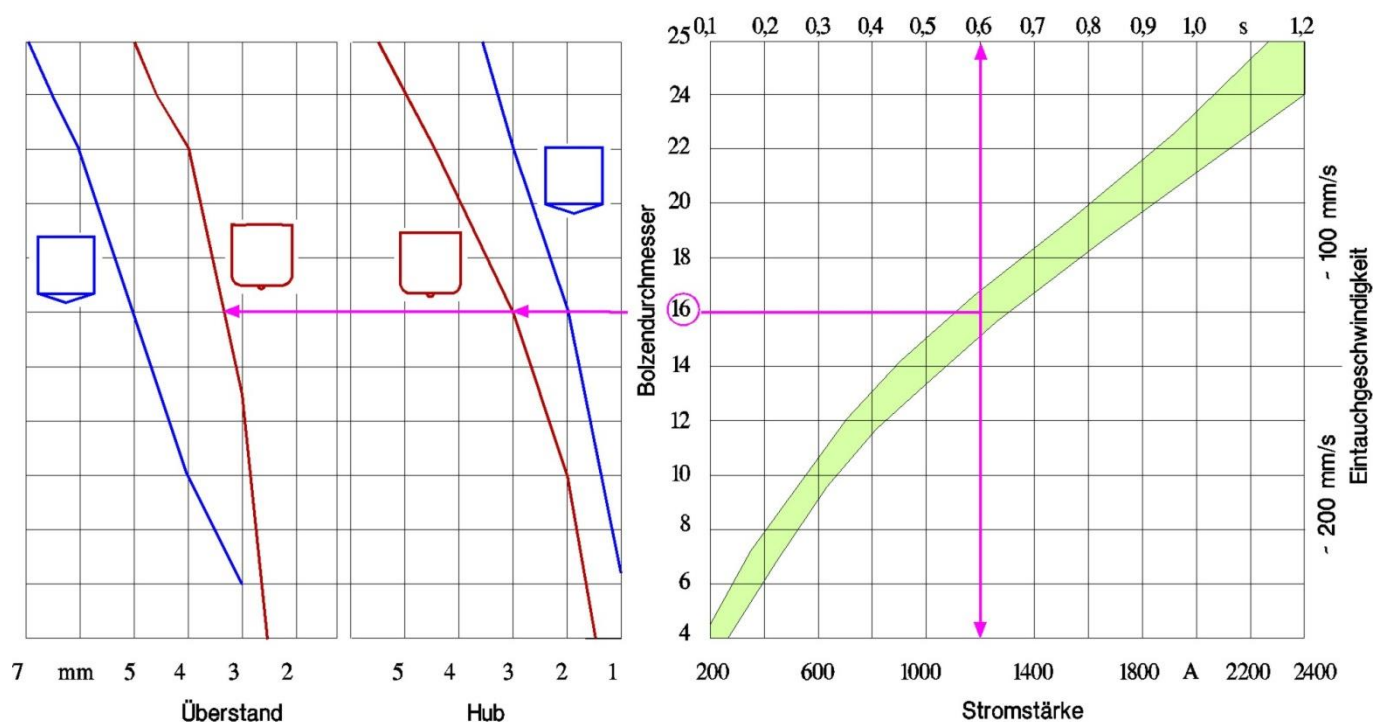

Bild 3: Richtwerte für Strom, Zeit, Hub, Überstand und Dämpfung (Beispiel: Bolzen mit 16 mm Durchmesser und flacher Spitze)
7. Verschieben Sie die Fußplatte so, dass der Bolzen zentrisch in der Bohrung des Keramikringhalters oder Stützrohres sitzt (siehe Bild 3). Ziehen Sie dann die Senkschrauben in der Fußplatte fest.